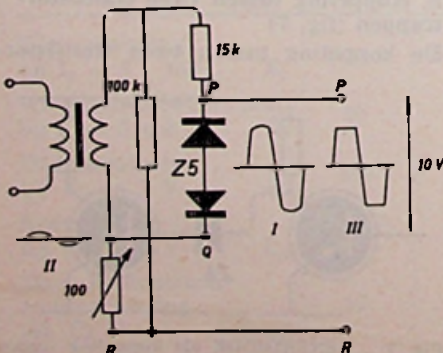

Fig. 9b - VERBETERDE SCHAKELING
te compenseren. worden twee Zenerdioden in serie geschakeld, waardoor een symmetrische spanning ontstaat (fig. 9b). In serie met deze spanning (I) wordt een kleine wisselspanning (II) in tegenfase geschakeld. De amplitude wordt zo ingesteld dat de uitgangsspanning III vlak is.